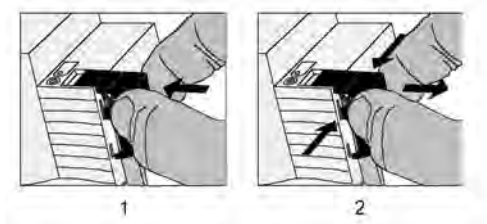

Bild 4: Abdeckkappe für Busanschluss anbringen / entfernen
- Abdeckkappe anbringen: Die Abdeckkappe wird über die Busklemme geschoben, bis sie spürbar einrastet (Bild 4).
- Abdeckkappe entfernen: Die Abdeckkappe wird entfernt, indem sie seitlich leicht eingedrückt und nach vorne abgezogen wird (Bild 4).